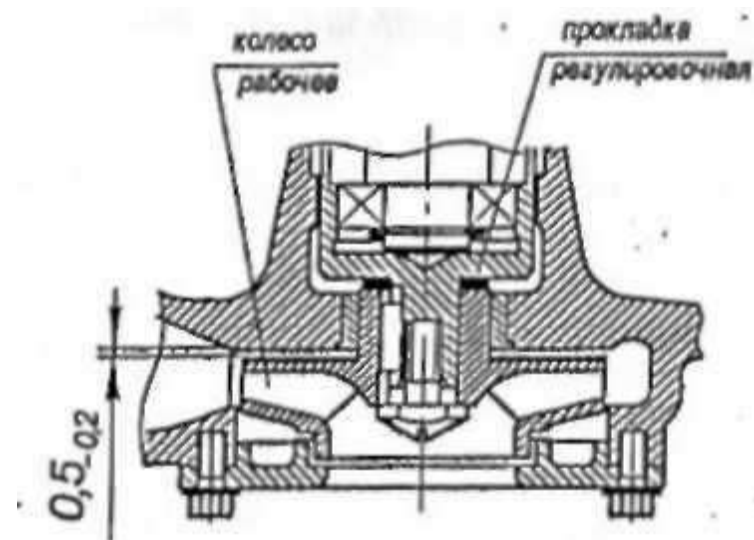

Рис.3 Установка рабочего колеса
7. Промыть корпус, крышку, сетку всасывания и ротор в сборе. Ротор не разбирать. Сборка насоса производится в обратном порядке. При установке рабочего колеса необходимо выдерживать уплотнительный зазор 0,5 мм между рабочим колесом и корпусом при помощи регулировочных прокладок (рис. 3).